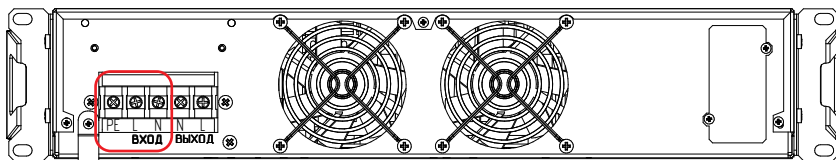

Рисунок 23. Стабилизатор ШТИЛЬ IS5000RT. Выводы «Вход PE-L-N»
- у моделей IS5000RT, IS7000RT с помощью выводов «Вход PE-L-N» (**рисунок 23 и 24**);